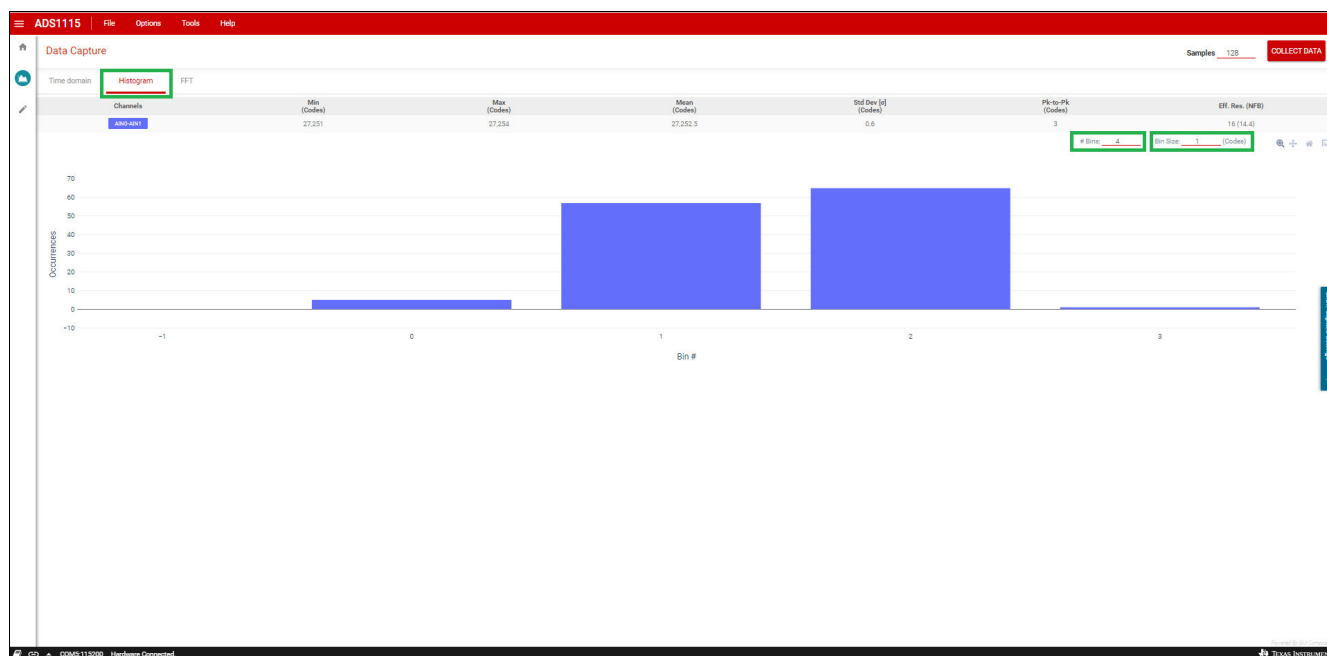

图 5-18. 直方图
*Histogram* (直方图) (图 5-18) 显示了某个代码或某组代码出现的次数。用户选项包括：